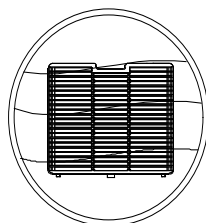

Fig. 2
2. Nettoyez délicatement le filtre avec un aspirateur pour enlever la poussière. Si nécessaire, lavez le filtre avec de l'eau tiède savonneuse. NE PAS UTILISER D'ALCOOL, DE BENZÈNE OU D'AUTRES PRODUITS AGRESSIFS (Fig. 2).